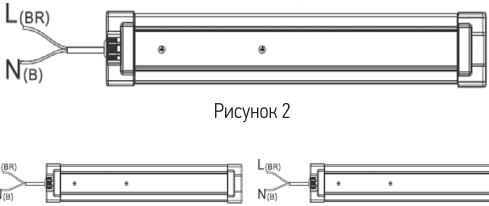

Рисунок 3
2. Шлейфовое подключение – соединение нескольких светильников между собой (только для арт. 607-009 и 607-010) (см. рис. 3).